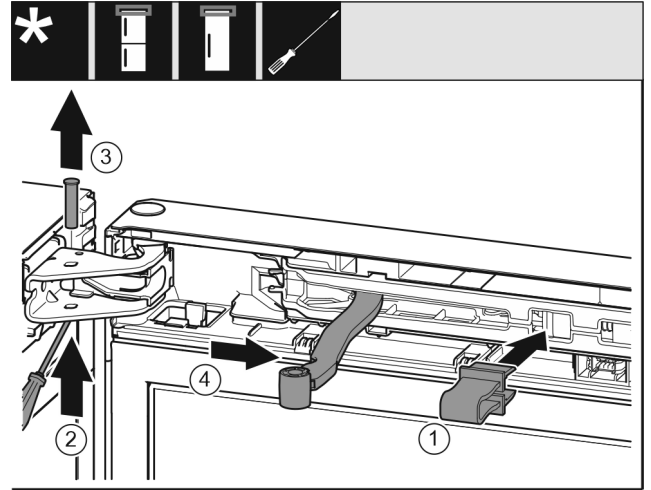

Fig. 9
► Kiinnitä varmistin aukkoon. Fig. 9 (1)
► Työnnä tappi ulos ruuvimeisselillä. Fig. 9 (2)
► Poista tappi ylöspäin vetämällä. Fig. 9 (3)
► Käännä nivel oven suuntaan. Fig. 9 (4)